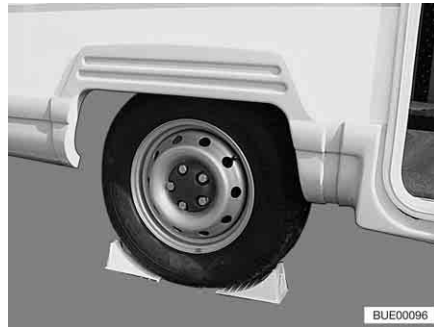

Fig. 274 Bloquer le véhicule
- Placer des cales de roues ou autres objets similaires contre la roue d'en face pour bloquer le véhicule (Fig. 274).